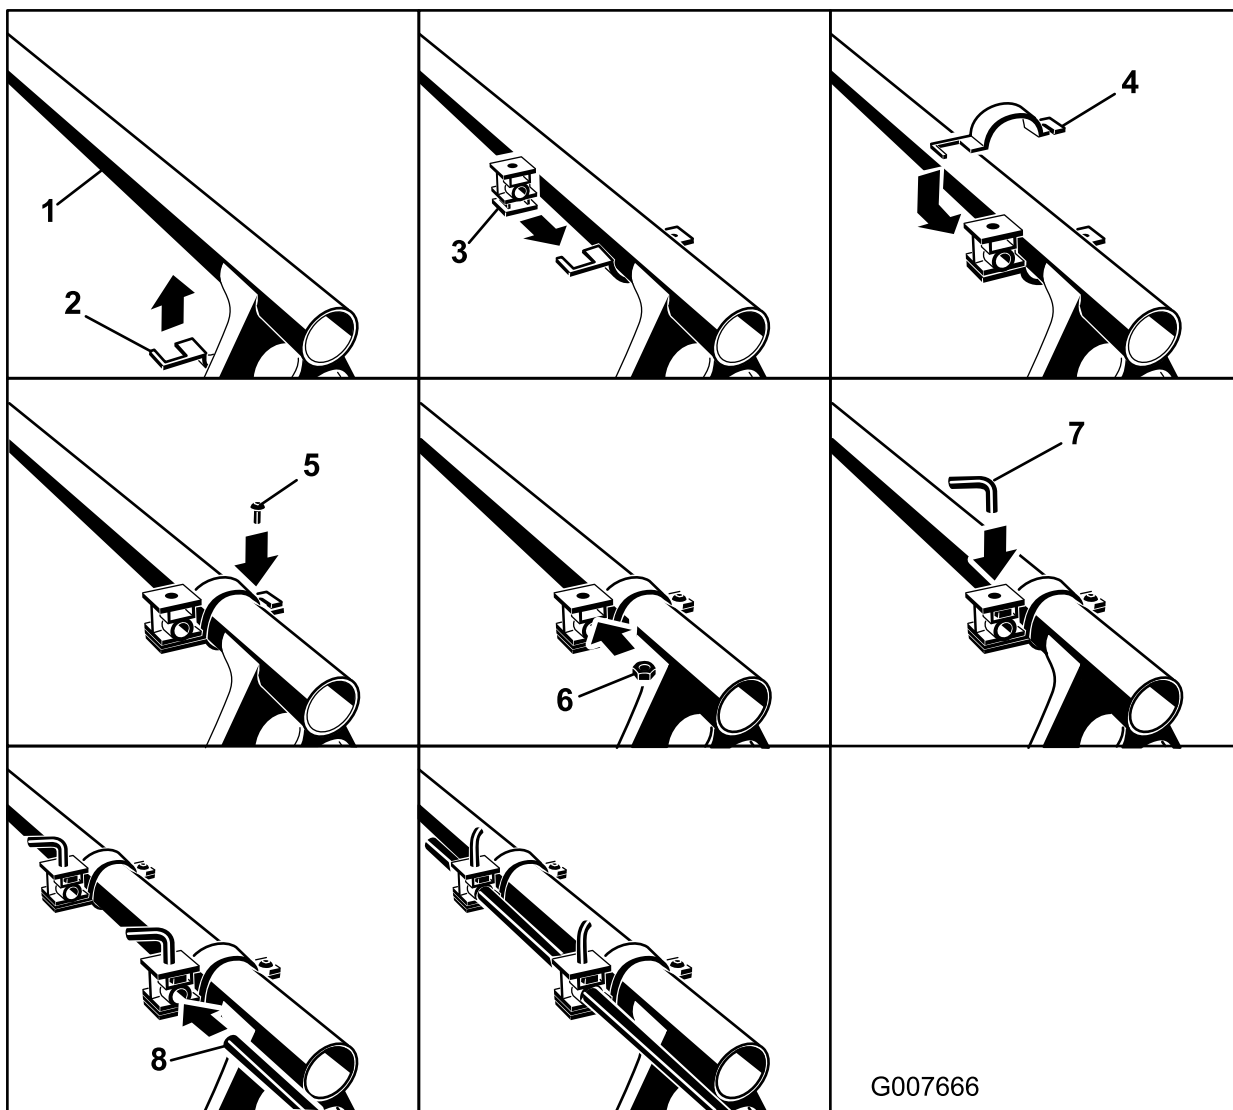

Рисунок 7
4. Соберите кронштейн и проставку, как показано на (Рисунок 7).